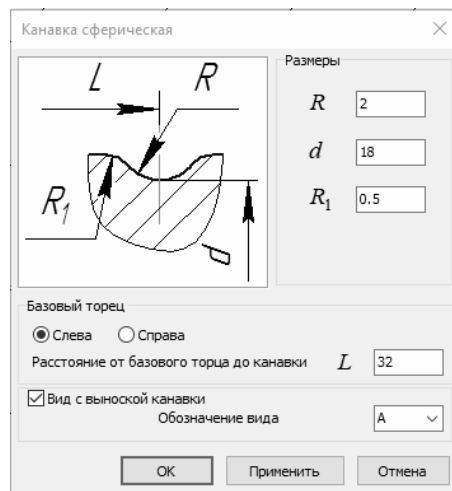

Рис. 15.9. Выбор параметров сферической канавки для проточки
5.2. Так же на первом участке имеется технологический элемент – проточка, которая необходима для работы инструмента (резца). Для ее построения необходимо выделить и выбрать вкладку «Дополнительные построения» – «Канавки» – «Канавка сферическая». Ввести необходимые параметры (рис. 15.9).